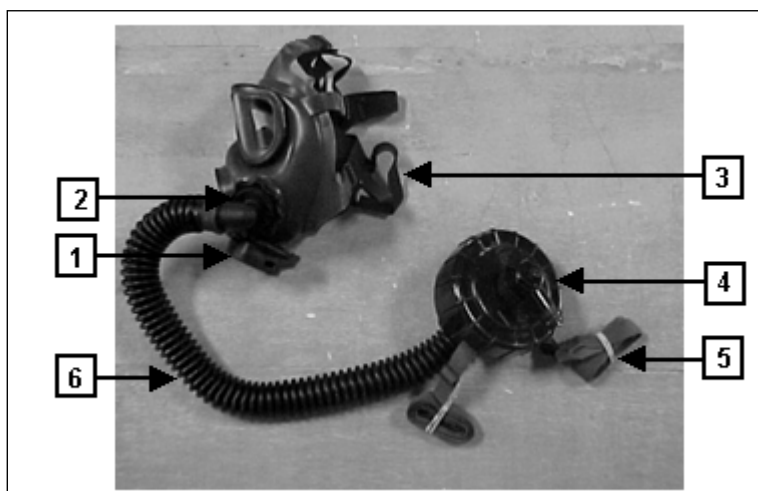

Fig 8-56. Máscara M42A2
(1) Ao receber sua máscara em combate, o componente deverá verificar sua composição e estado geral do equipamento. (Fig 8-56 e 8-57)
(2) Serão executadas as seguintes operações: